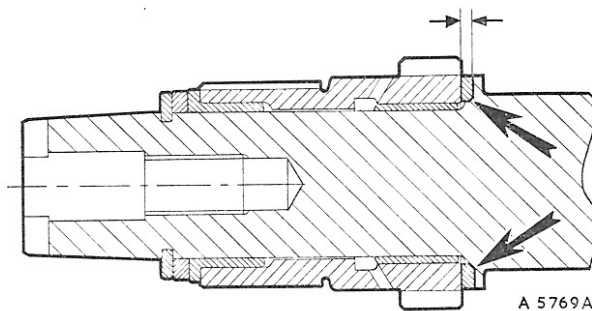

Fig. A.17
- 11) Ved genmontering kontrolleres spillerummet (fig. A.17).
- 12) Juster ved at montere en trykskive af passende tykkelse. Skiven monteres med den rejfede indvendige kant mod krumtapakslens (se fig. A.17).